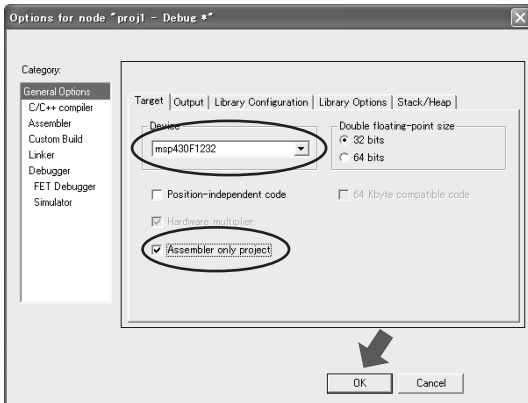

図 3-30 「General Options」の設定
(10) 先に proj1 と同様にプロジェクト proj2 のオプションの設定をします。Project メニューの「Options」で表示される画面 (図 3-30) では「Category」での「General Options」、target タブでは次の 2 か所を設定します。